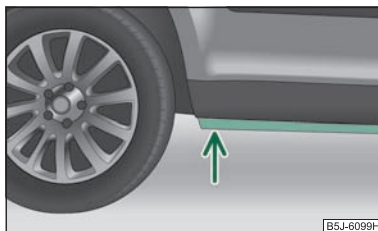

Fig. 136 Traverser un cours d'eau
- Avant de franchir une nappe d'eau, déterminer la profondeur de l'eau. L'eau doit arriver au maximum jusqu'au profilé sur le longeron inférieur du véhicule ⇒ fig. 136.